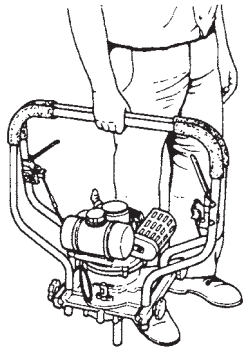

Abb. 13
- 1) Das Gerät läßt sich an den hochklappenden Handgriffen transportieren (Abb. 13).